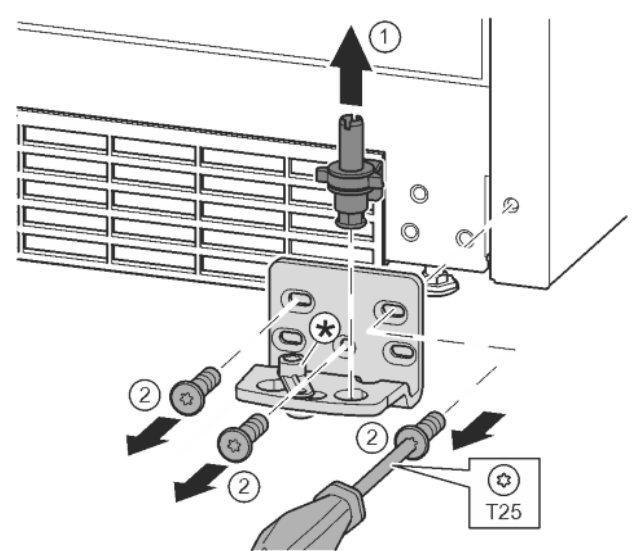

Fig. 11
- ▶ Ležajni sornik v celoti izvlecite navzgor. Fig. 11 (1)
- ▶ Odvijte vijake z izvijačem T25 in snemite ležajni podstavek. Fig. 11 (2)